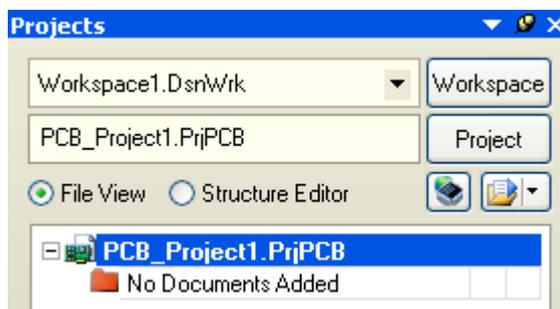

图 4.1 PCB 工程的创建
2. 显示 Projects 面板框显示在屏幕上。新的工程文件 PCB_Project1.PrjPCB 已经列于框中, 并且不带任何文件, 如图 4.1 所示。
12.放置 R3 和 R4 如图 4.1 所示，并通过点击右键或 ESC 退出。